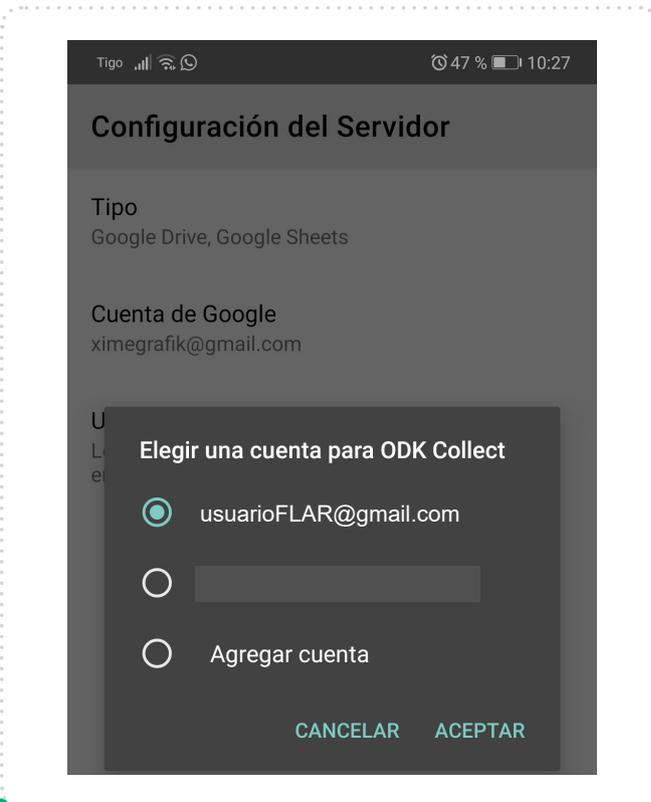

Figura 4. Escoger un usuario de gmail
- Escriba su cuenta de correo de Gmail en la opción **“Cuenta de google”**. Una vez ingresada la cuenta, ODK lo direccionará a la página principal de Gmail donde debe autenticarse con su usuario y contraseña. Si su autenticación es exitosa, su cuenta de correo aparecerá en las opciones [Figura 4].